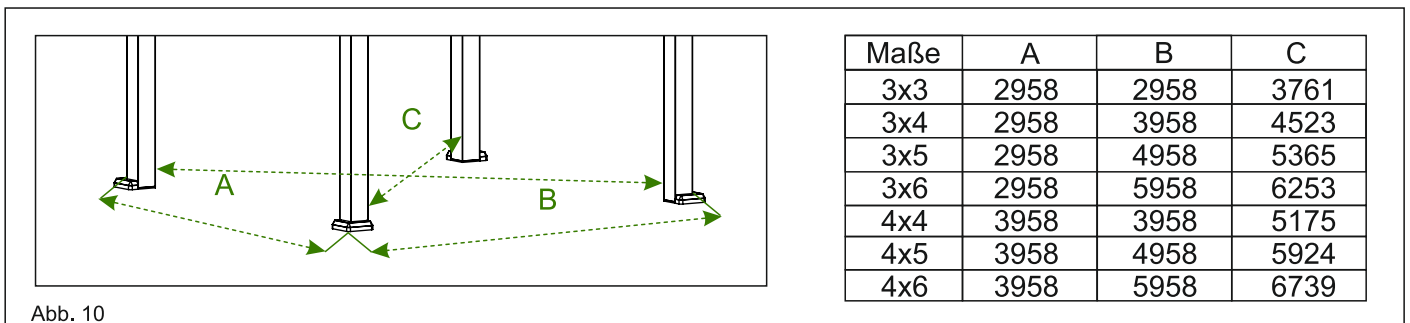

Abb. 10
4.4. Messen Sie den Abstand von dem Pfostenaußenrand bis Pfostenaußenrand (diagonal zwischen den Pfosten) und halten Sie diesen ein. Danach befestigen Sie die beiden anderen Pfosten an Ihren Fundament. Rasten Sie den A- und B-Träger zusammen mit Rahmen A in die U-Profilnut des Rahmens B ein und befestigen Sie ihn dann mit (B) M 6x16-Innensechskantschrauben. Platzieren Sie zuletzt die Pfosten-Kappen. Sollten Kabeldurchführungen in einer der Kappen benötigt können sie diese an der gewünschten Position platzieren. Siehe Abb. 10, 11.